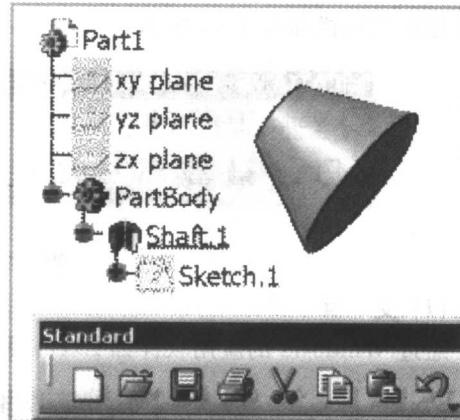

图 1-9 剪切拉伸特征
② 单击“剪切”按钮 ，可将圆柱体拉伸特征剪切掉，如图 1-9 所示。